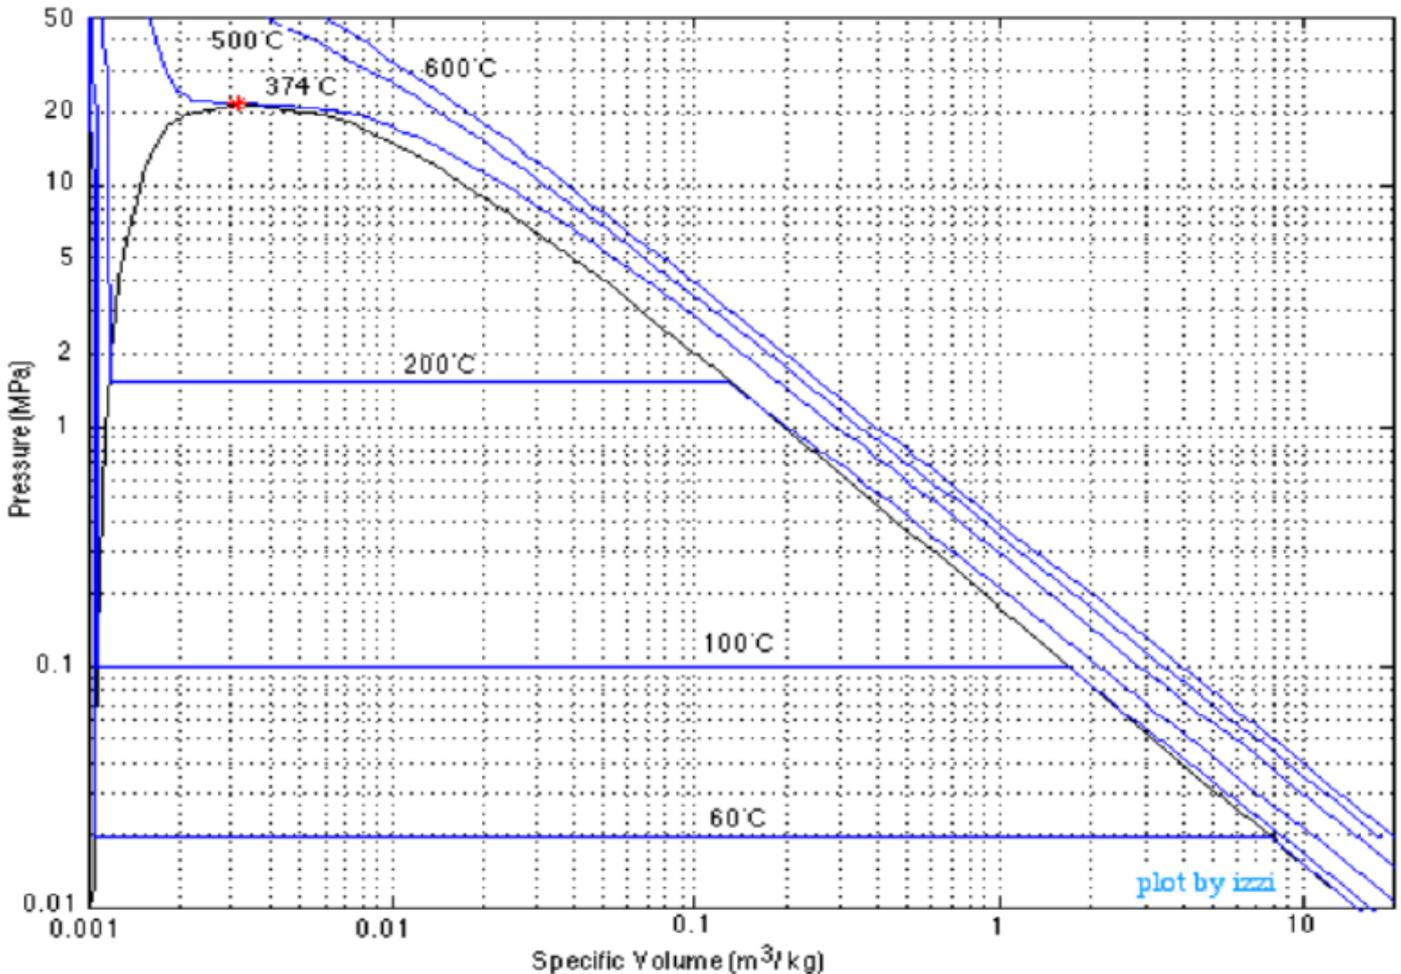

Figure 1 – Diagramme de Clapeyron de l'eau
- a) En utilisant le diagramme de Clapeyron fourni fig.1 ci-dessus (en échelle logarithmique), déterminer la composition initiale du mélange liquide-gaz dans le ballon à T_0 .